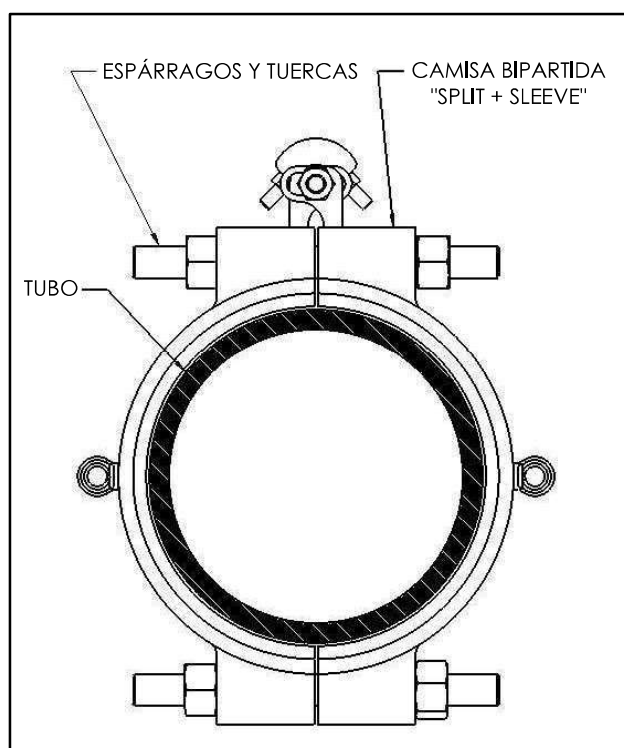

Figura 13
6. Una vez que el accesorio quede envuelto alrededor del tubo, inserte los espárragos a través de los orificios de los pernos y enrosque las tuercas como se muestra en la Figura 13. Proceda a apretar los espárragos y tuercas según estas instrucciones de instalación.